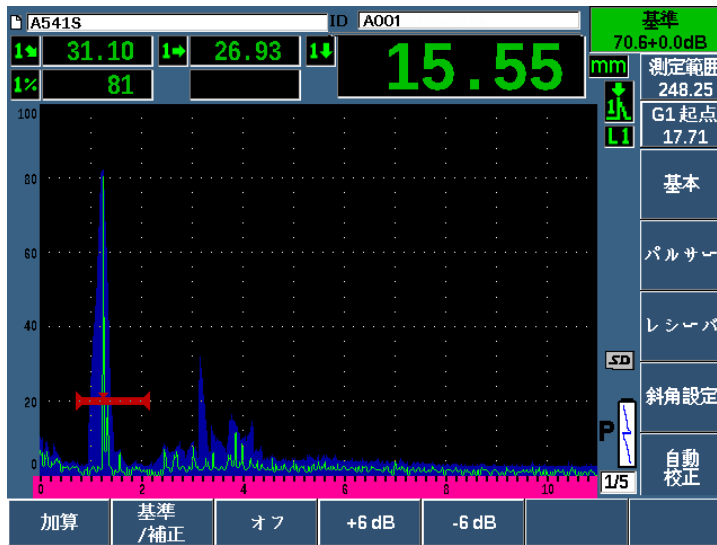

図 9-25 基準ゲインの設定
5. 基準ゲイン（**基準**）が有効になったら、補正ゲインの調整を行うため**追加**、**基準** / **補正**、+6 dB、-6 dB、**オフ**パラメータを使用します（177 ページの図 9-25 参照）。これらの機能に関する詳しい情報については、106 ページの「基準ゲインおよび補正ゲインの設定」を参照してください。